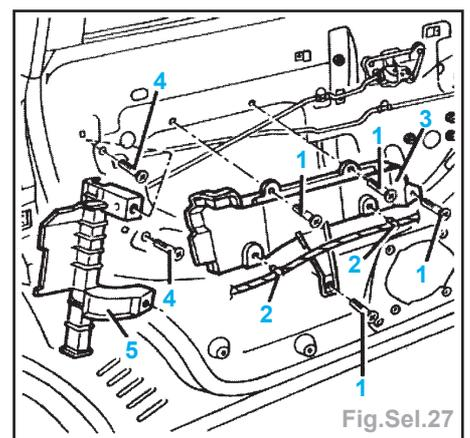

Fig.Sel.27
- le guide de glace (Fig.Sel.27),